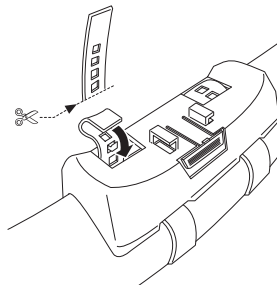

Fig. 17
3. Corte la parte excedente de la correa. (Fig. 17)